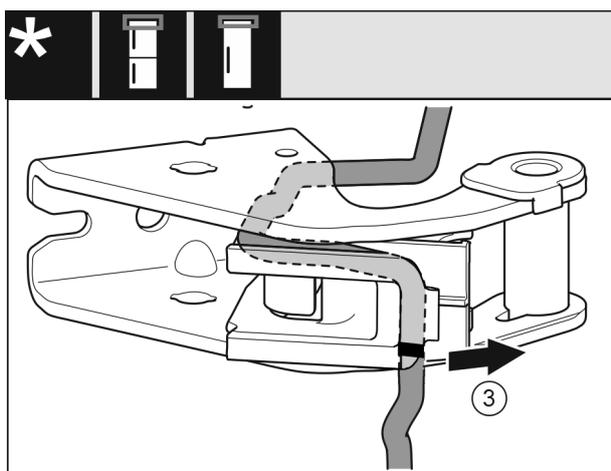

Fig. 28
- ▶ Демонтируйте кабель с держателем кабеля Fig. 28 (3) из опорного кронштейна.